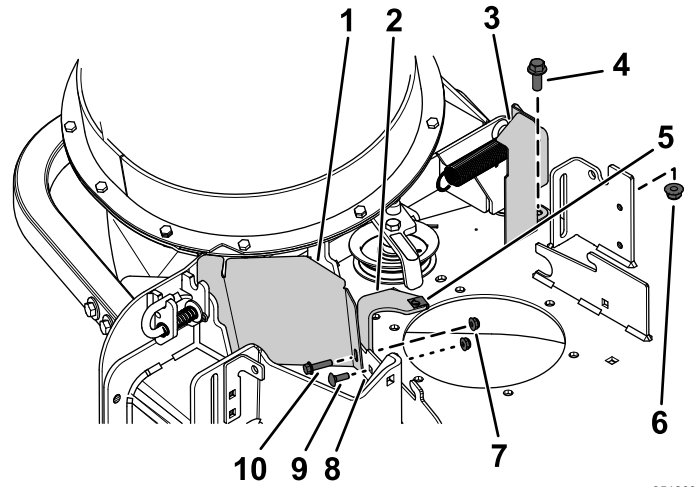

Figura 6
esagonale (3/8" x 1") e 1 dado flangiato (3/8") come illustrato nella Figura 6.
- Allineate i fori della puleggia CE al foro nella staffa del deflettore anteriore e al foro esterno nella flangia della scocca anteriore (Figura 6).
- Allineate la staffa del copricinghia CE (se non montata in precedenza) con i fori sul lato posteriore della flangia del piatto anteriore (Figura 6).
- Fissate la protezione della puleggia CE e la staffa del copricinghia alla flangia del piatto anteriore nel foro esterno utilizzando 1 bullone a testa esagonale (1/4" x 1") e 1 dado di bloccaggio (1/4") come illustrato nella Figura 6.
- Fissate la staffa del copricinghia alla flangia del piatto anteriore nel foro interno utilizzando 1 bullone a testa tonda (1/4" x 3/4") e 1 dado di bloccaggio (1/4") come illustrato nella Figura 6.
- Allineate il foro nella flangia posteriore della staffa del copricinghia CE con il foro nel piatto in cui avete rimosso la staffa del copricinghia OEM nel passaggio 1 di Rimozione della staffa di montaggio del copricinghia \(pagina 4\); fate riferimento a Figura 6.
- Allineate il dado a graffetta con il foro nella parte superiore della staffa del copricinghia CE e premetelo sulla staffa (Figura 6).